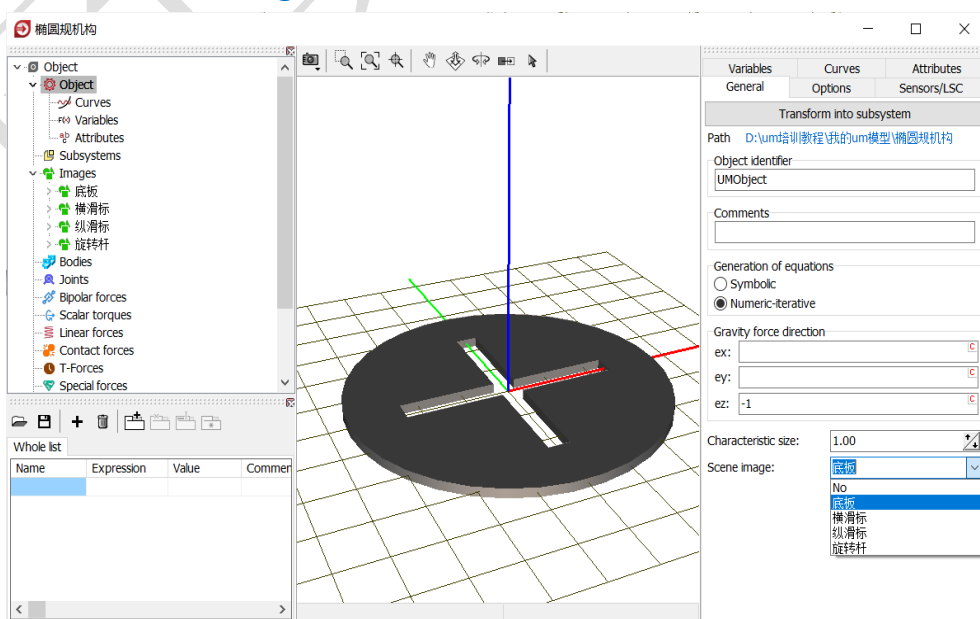

图 2-73
- 5) 由于 **底板** 没有自由度, 所以不必要为其创建刚体, 可直接将其赋给 **Base0**。如图 2-73, 先在左侧模型树选中 **Object**, 然后在右侧交互界面 **General** 页面下方 **Scene image** 处的下拉菜单中选择几何 **底板**。